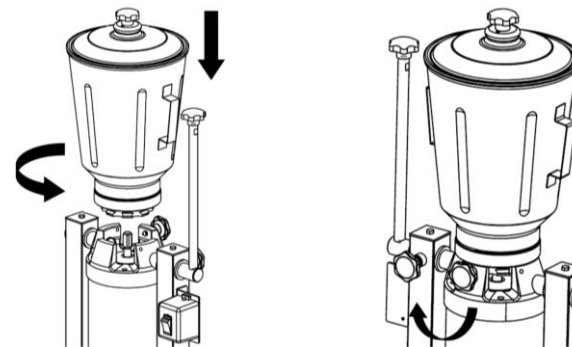

Fig 1. INSTALACIÓN DE VASO DE LICUADORA
- Coloque el vaso -base para vaso (5)- sobre el separador de motor (6), luego gire ligeramente el vaso (2) para que la base del vaso tope con los pernos de la base, posteriormente apriete la perilla de base (14). (Fig. 1).
- Vuelva a instalar el vaso en la base del equipo, vea la sección II de instalación. Fig 1.
1. Ponga un poco más 2 litros de agua dentro del vaso (2), agregue un poco de detergente o jabón para trastes, encienda el equipo durante 20 a 30 segundos y vacíe el agua residual.
2. Desensamble el vaso (2) de la base para vaso (5) invirtiendo los pasos descritos en la sección III de "instalación". (Fig. 1).
3. Lave el vaso (2) y las cuchillas (4) con agua y un jabón suave, después enjuague con abundante agua y seque completamente. **Tenga especial cuidado con las cuchillas, ya que están afiladas y pueden causarle heridas. utilice guantes anti corte para hacer limpieza dentro del vaso.**